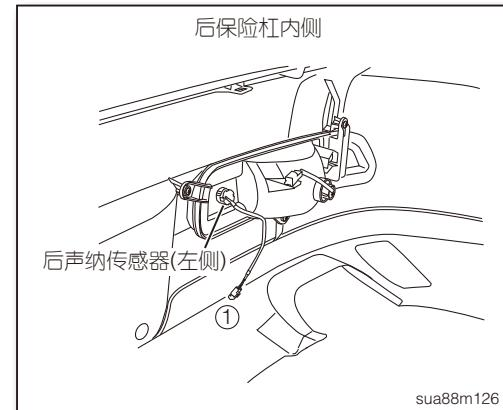

图8
2. 由后保险杠内侧, 拆开后声纳传感器(左侧)线束接头①(如图8)。